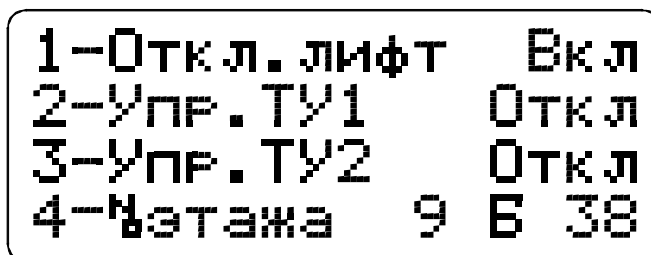

Рис.16 1-я страница подменю "Команды"
2.2.5.1. Из меню "Состояние линии комплекса", нажимая клавишу [ # ], войдите в меню "Команды комплекса". Нажмите на клавишу [ 4 ], при этом высветится 1-я страница подменю "Команды" (см. Рис.16) .